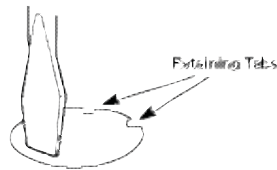

Fig 2
3. Remove 7/8" knockout at center of fixture by placing straight blade screwdriver on knockout and striking sharply with hammer (Always wear safety glasses when hammering). Remove slug by flexing back and forth with pliers. **See Fig 2.**
3. Remueva la chapa colocando un destornillador de paleta sobre la chapa y dándole un golpe de cantazo con un martillo. La chapa se termina de sacar con un alicate. **Vea Fig 2.**
3. Pour enlever la débouchure appuyer un tournevis sur celle-ci et donner un coup de marteau. (Toujours porter de lunettes de sécurité en utilisant un marteau.) Dégager la rondelle à l'aide de pinces puis l'enlever. **Voir Fig 2.**